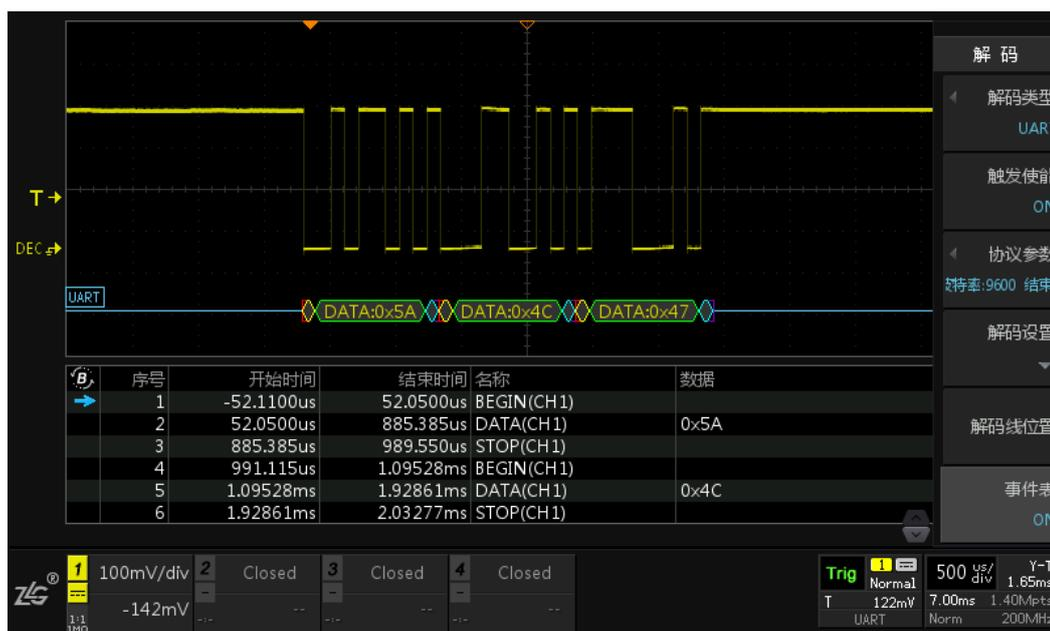

图 15.38 UART 协议触发与解码
- 7、按下【事件表】软键，使其显示“ON”，用户可以通过查看事件表更清晰地了解 UART 协议信号。同时可以通过旋转旋钮 B 来查看各个事件，在停止状态下，短按旋钮 B 可定位到选中的解码事件。如图 15.38。在停止状态下可点击【事件导出】，具体可参考 16.2.2 报表生成。
- 8、UART 协议触发设置条件为 8 位数据位宽，触发数据为 0x5A（字符显示为 Z），波特率为 9600，1 位结束位宽，无校验模式，数据模式为默认的 LSB，电平无反相。由图 15.38 中所示可知 UART 协议触发点准确定位在数据 0x5A。